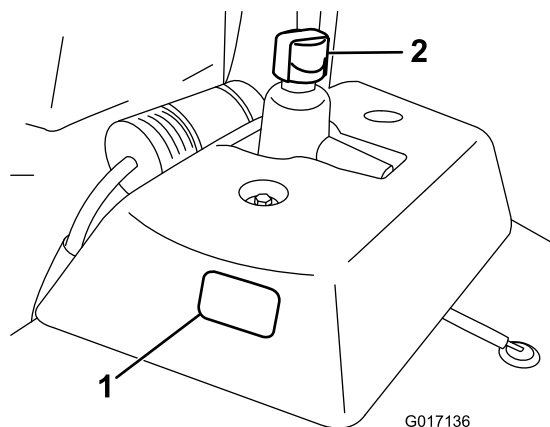

Figura 22
1. Parcheggiate la macchina su terreno pianeggiante. Controllate che la macchina si sia raffreddata, in modo che l'olio sia freddo. Controllate il livello dell'olio attraverso il vetro spia, sul fianco del serbatoio ausiliare dell'olio (Figura 22). Se il livello dell'olio è tra i due segni di riferimento presenti sul vetro spia, l'olio è sufficiente.